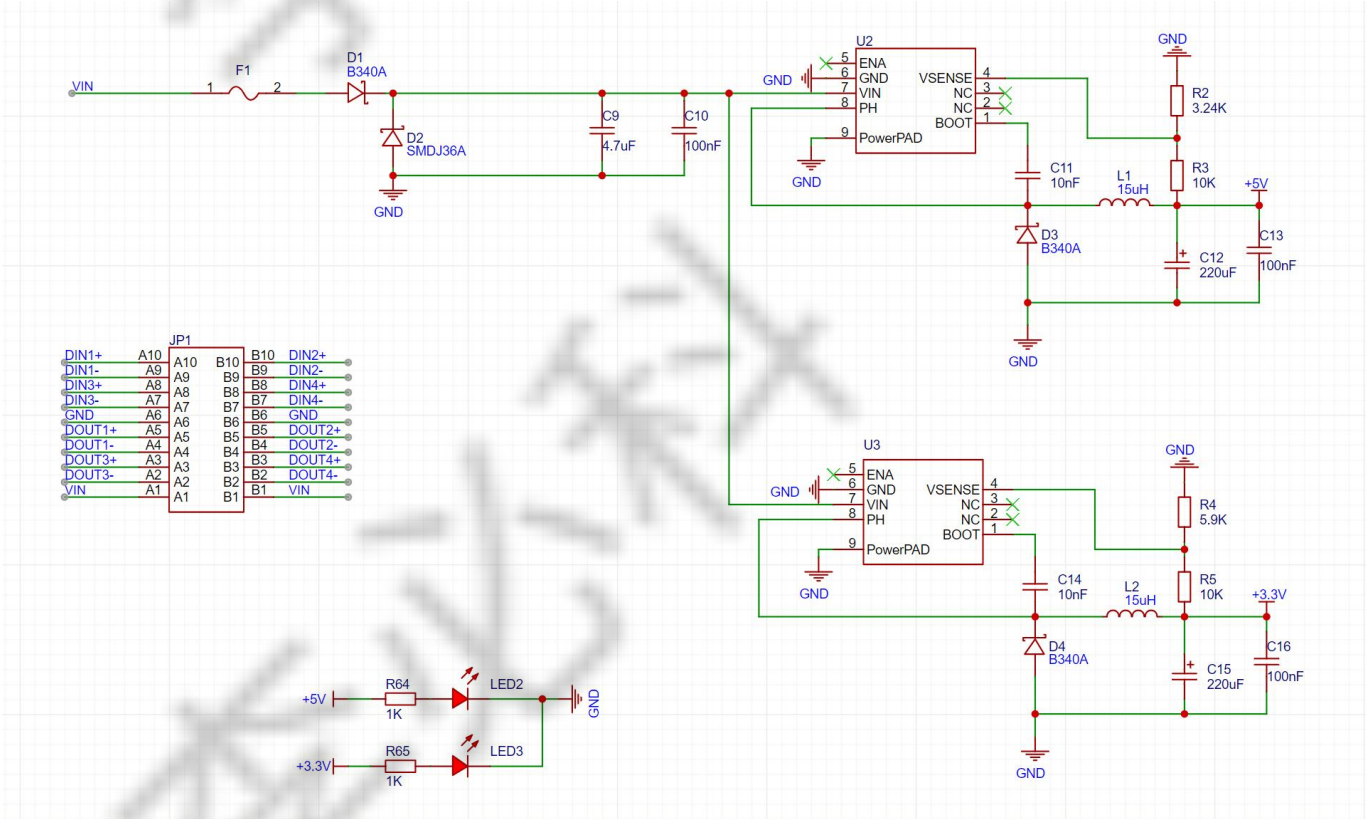

图 4 原理图
3、在 POWER 图页中，依据图 4 抄画电路图（除 JP1 外，不得增删任何器件），并为缺失属性的器件添加上对应的属性值、并将器件位号修改正确。